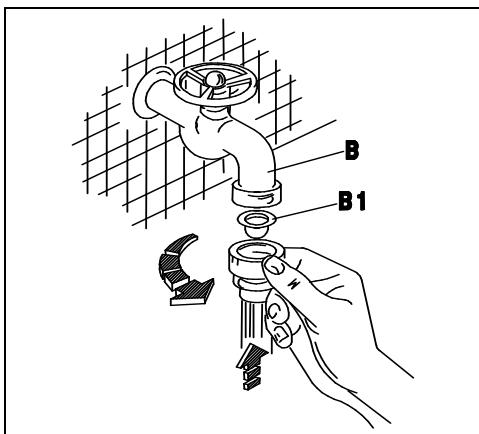
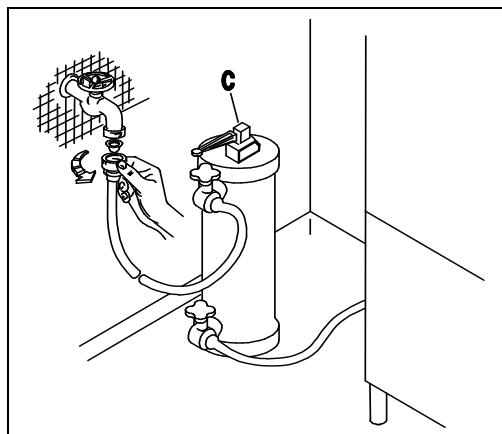
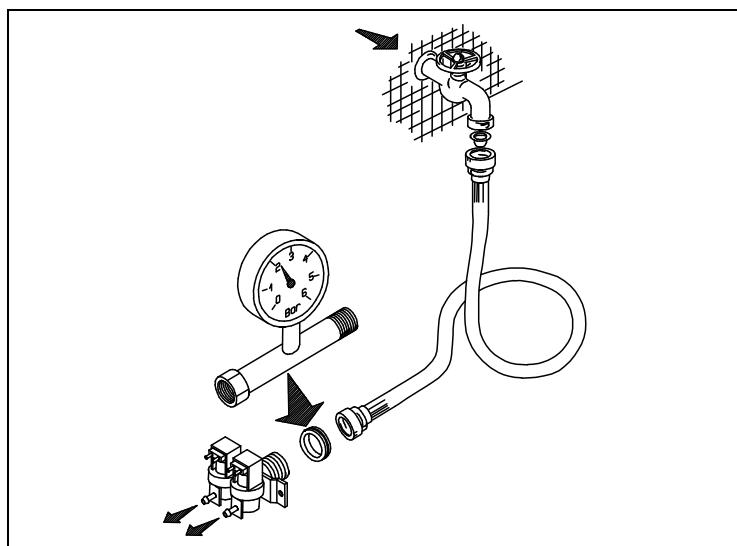
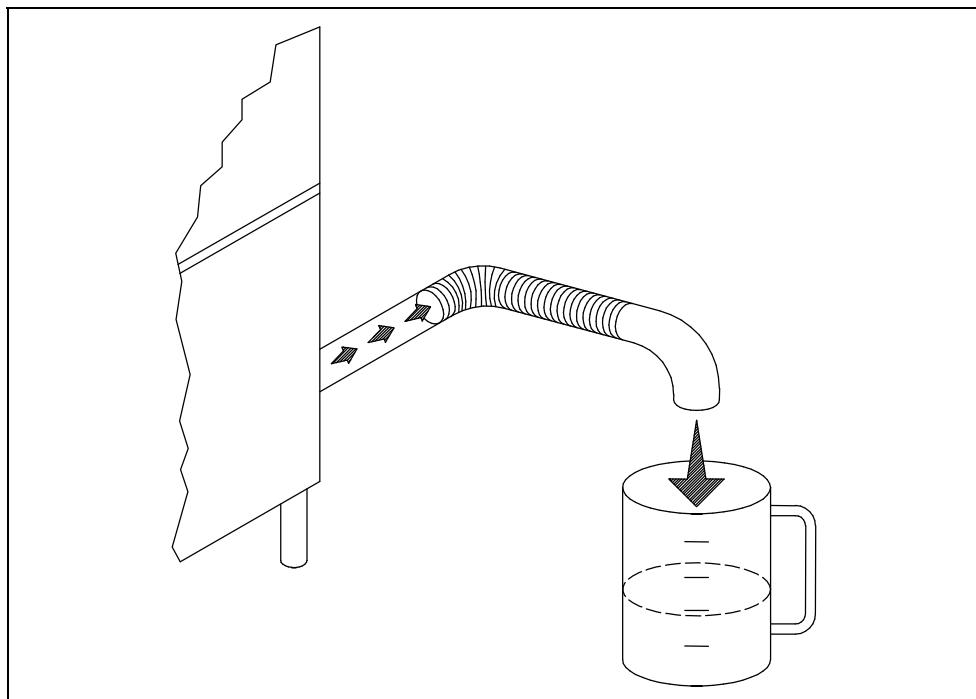

Fig. 2-2
Fig. 2-3
Fig. 2-4
Fig. 2-5
- L'apparecchio è previsto per l'allacciamento all'acqua fredda o calda (max. 50 - 55 °C), con una pressione a valvola aperta come indicato nella Tab. 2-1. In caso di pressione superiore alla massima consigliata, bisogna installare un riduttore di pressione. In caso di pressione inferiore alla minima consigliata, bisogna installare una pompa di aumento pressione di max 0.5 Hp, con una portata di 20 L/min ed una prevalenza di 15-20 mt. Il controllo della pressione deve essere effettuato all'ingresso dell'elettrovalvola (ved. fig.2-4). La condutture dell'acqua deve avere un diametro interno di almeno 16/18 mm (ved.fig.2-5). Collegare il tubo di carico acqua dell'apparecchio ad un rubinetto d'intercettazione (B),posto preferibilmente nelle immediate vicinanze dell'apparecchio, interponendo l'apposito filtro in dotazione (B1) (ved. fig.2-2). Si consiglia l'installazione di un decalcificatore (C) (non in dotazione), montato a monte dell' elettrovalvola della macchina (ved. fig.2-3).
- The appliance is designed for connection to the cold or hot water supply (max. 50 55°C) at a mains pressure with the valve open as shown in Table 2-1 and a minimum output of 10 litres/min. If pressure exceeds the maximum, fit a pressure reducer. If pressure is lower than the minimum, fit a pressure booster pump of max. 0.5 HP, with an output of 20 litres/min. and a head of 15-20 metres. Pressure must be measured at the solenoid valve inlet (see fig. 2-4). The water pipes must have an internal diameter of at least 16/18 mm (see fig. 2-5). Connect the appliance water supply pipe to a cut-out tap (B), preferably placed close to the appliance, fitting the special filter provided (B1) (see fig. 2-2). We recommend fitting a water softener (C) (not provided) upstream from the machine solenoid valve (see fig. 2-3).
- Das Gerät ist für den Anschluss an Warm-und Kaltwasser (max. 50-55°C) vorgesehen, wobei der Druck bei offenem Ventil dem in Tab. 2-1. Bei höherem Druck als dem empfohlenen einen Druckminderer installieren. Bei niedrigeren Druck als empfohlen eine Druckerhöhungspumpe mit max. 0,5 PS , einer Förderleistung von 20l/min und einer Förderhöhe von 15-20m installieren. Die Druckkontrolle muss am Eingang des Elektroventils erfolgen (siehe Bild 2-4). Die Wasserleitung muss einen Innendurchmesser von mindestens 16/18 mm aufweisen (siehe Bild 2-5). Den Zulaufschlauch des Gerätes an einen möglichst nahegelegenen Wasserhahn (B) anschliessen und den vorgesehenen Filter (B1) anbringen (siehe Bild 2-2). Der Einbau eines Etkalkers (C) wird empfohlen; dieser gehört nicht zur Ausstattung und muss vor dem Elektroventil der Maschine eingebaut werden. (siehe Bild 2-3).
- L'appareil peut être raccordé à l'eau froide ou chaude (50:55°C max) à une pression, soupape ouverte, comme indiqué dans le tableau 2-1. Si la pression dépasse la pression maximum conseillée, il faut installer un réducteur de pression. Si la pression est inférieure à la pression minimum conseillée, il faut installer une pompe pour faire augmenter la pression de 0,5 Hp max., à un débit de 20 litres /min et à une hauteur d'élévation de 15-20 m. Le contrôle de la pression sera effectué à l'entrée de l'électrovanne (voir fig. 2-4). Les conduites d'eau auront un diamètre interne d'eau moins 16/18 mm (voir fig. 2-5). Raccorder la conduite d'arrivée de l'eau de l'appareil à un robinet secondaire (B), installé si possible tout près de l'appareil, après avoir intercalé le filtre spécial fourni (B1) (voir fig. 2-2). Nous conseillons d'installer un adoucisseur (C) (non fourni) qui sera monté en amont de l'électrovanne de la machine (voir fig. 2-3).
- Este aparato se puede alimentar con agua caliente o fría (máx. 50 ÷ 55°C); la presión del agua con válvula abierta está indicada en la tabla 2-1. En caso de que la presión fuera superior a la máxima que se aconseja, instale un reductor de presión; si fuera demasiado baja, instale una bomba de aumento de presión de 0,5 Hp (máximo), con un caudal de 20 litros por minuto y una altura de elevación de 15 a 20 m. El control de la presión se debe efectuar en la entrada de la electroválvula (véase fig. 2-4). La tubería del agua debe tener un diámetro interior de 16-18 m. por lo menos (véase fig. 2-5). Conecte el tubo de alimentación del agua del aparato a un grifo de paso (B), que irá montado preferentemente muy cerca del aparato, tras interponer el filtro (B1) del equipamiento base (véase fig. 2-2). Es aconsejable instalar un descalcificador (C) (que no forma parte del equipamiento base). El descalcificador irá montado antes de la electroválvula de la máquina (véase fig. 2-3).